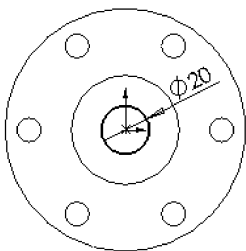

图 6-39 标注尺寸 3
15) 标注尺寸。单击“草图”控制面板中的 (智能尺寸) 按钮, 标注步骤 14) 中绘制圆的直径, 如图 6-39 所示。